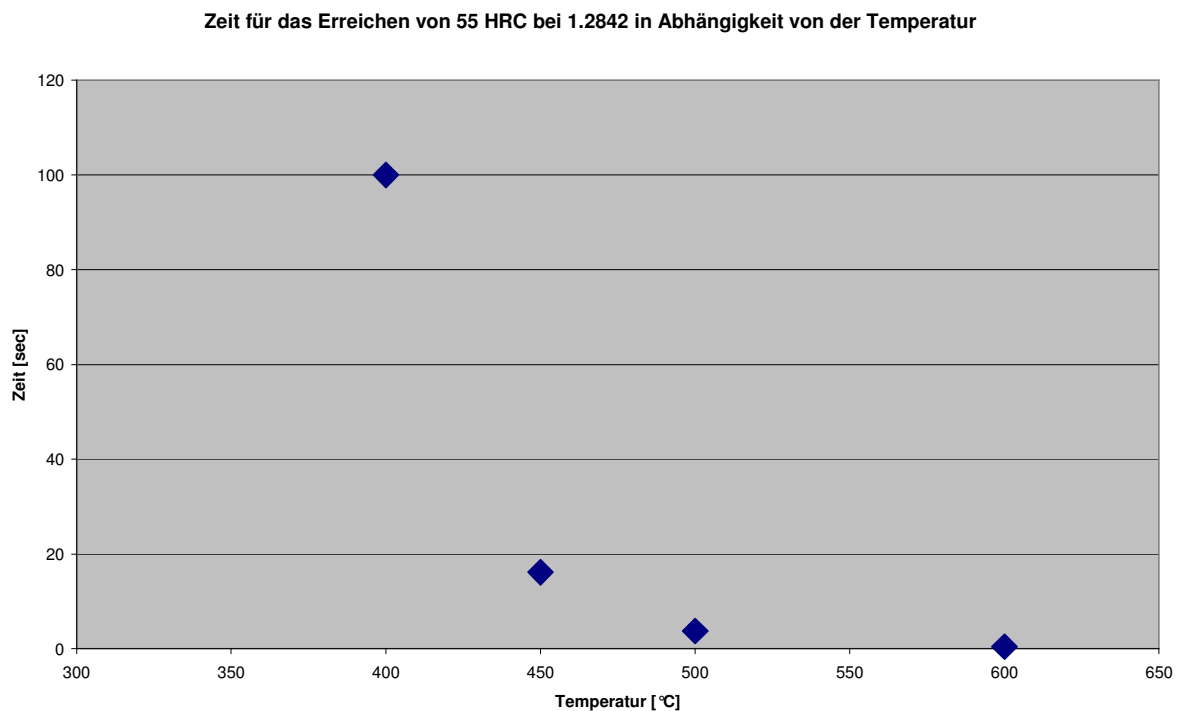

Bild 2. Haltezeit für das Erreichen der Härte 55 HRC in Abhängigkeit von der lokal herrschenden Temperatur
Nehmen wir einmal an, dass wir ermitteln wollen, wie lange wir Zeit haben bei einer gegebenen Temperatur, um z.B. eine Härte von 55 HRC zu erreichen. Diese Härte ist so ziemlich die unterste Grenze, die ein Messer haben sollte. Der Zusammenhang, der sich nach Formel (2) ergibt, ist in Bild 2 graphisch dargestellt.